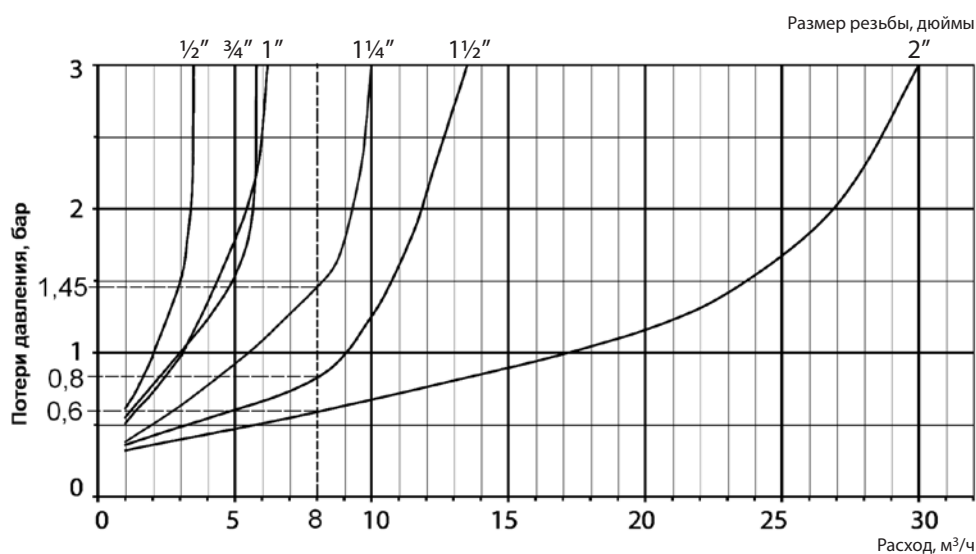

Рис. 2
- 2) выбрать условный проход клапана редукционного 7BIS (рис. 2).
Падение давления в каждом случае зависит от условного прохода клапана и расхода среды через клапан и может быть определено по диаграмме на рис. 2;
1. Проверка применения по давлению до клапана и требуемому давлению после клапана (рис. 2)
Рабочая точка, соответствующая указанным давлениям, лежит внутри области применения (рис. 2).
- 2) выбрать условный проход клапана редукционного 11BIS (рис. 2).